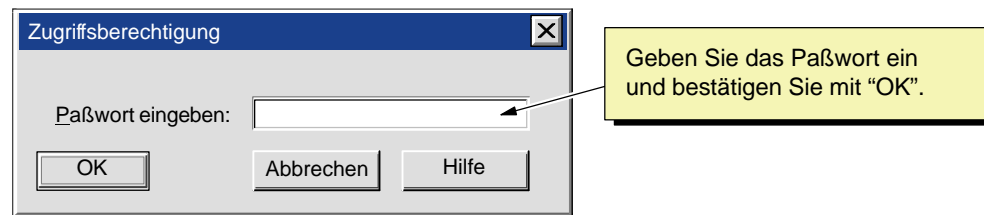

Bild 4-19 Eingeben des Paßworts für WinLC RTX
2. Geben Sie im Dialogfeld "Zugriffsberechtigung" das Paßwort für WinLC RTX ein und bestätigen Sie mit "OK" (siehe Bild 4-19). (Ist als Schutzstufe "Ohne" eingestellt oder wurde kein Paßwort eingerichtet, dann bestätigen Sie einfach mit "OK".)